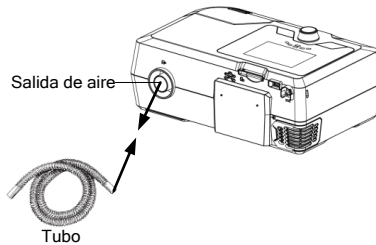

Fig. 11-4
(1) Conectar un extremo del tubo a la salida de aire del dispositivo, como se muestra en la Fig. 11-4.